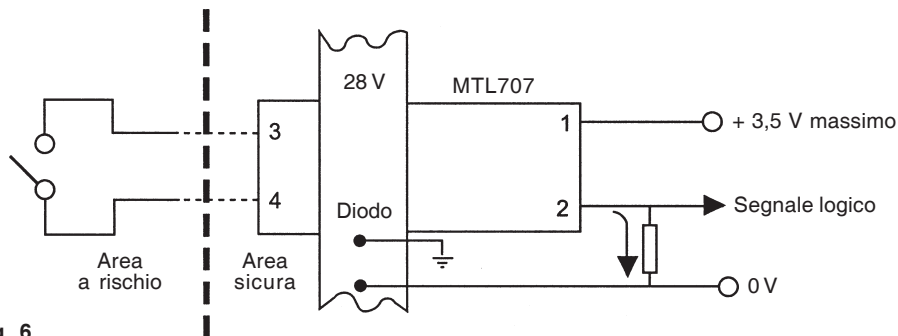

Fig. 6
Il monitor EPM2 dovrà essere cablato secondo lo schema Zener della Fig. 6.
1. A causa della natura variabile dei potenziali ingressi della rete, Spirax Sarco raccomanda di collegare l'apparecchio EPM2 attraverso una "barriera Zener". Le barriere specificate da Spirax Sarco sono i modelli MTL707+. Le barriere Zener devono essere installate nell'area sicura. Il collegamento è mostrato nella Fig. 6.